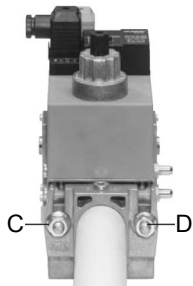
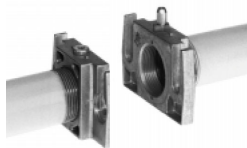
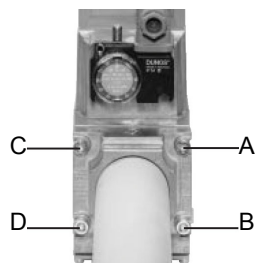

Fig. 4
Fig. 5
Fig. 7
3. stringere le viti A, B, C e D (Fig. 4 - Fig. 5), rispettando le posizioni di montaggio (Fig. 7);
**ATTENZIONE:** una volta montata la rampa secondo lo schema riportato in Fig. 4, deve essere effettuata la prova di tenuta del circuito gas, secondo le modalità previste dalla normativa vigente.
**Attenzione: il diaframma D dell'SKP2 deve essere verticale (vedi Fig. 4).**